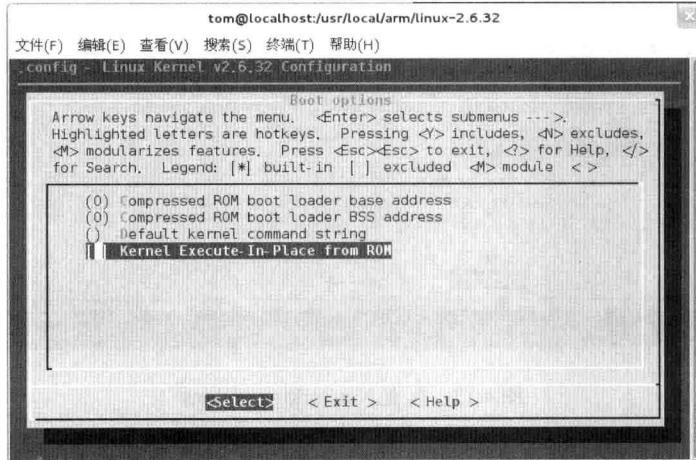

图 4.11 启动参数配置
(7) 对启动参数的配置，Bootloader 启动后会将板子的信息、Ramdisk 大小、命令行字符串等信息传递给内核，然后开始启动内核。文件系统为 Ramdisk 时一般要配置该选项，对选项的具体地址和参数应该根据具体板子、内核大小、文件系统大小来定，该配置界面如图 4.11 所示。